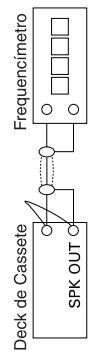

Figura 1-5
2) Conecte o deck de cassete ao frequêncímetro como na figura 1-5.